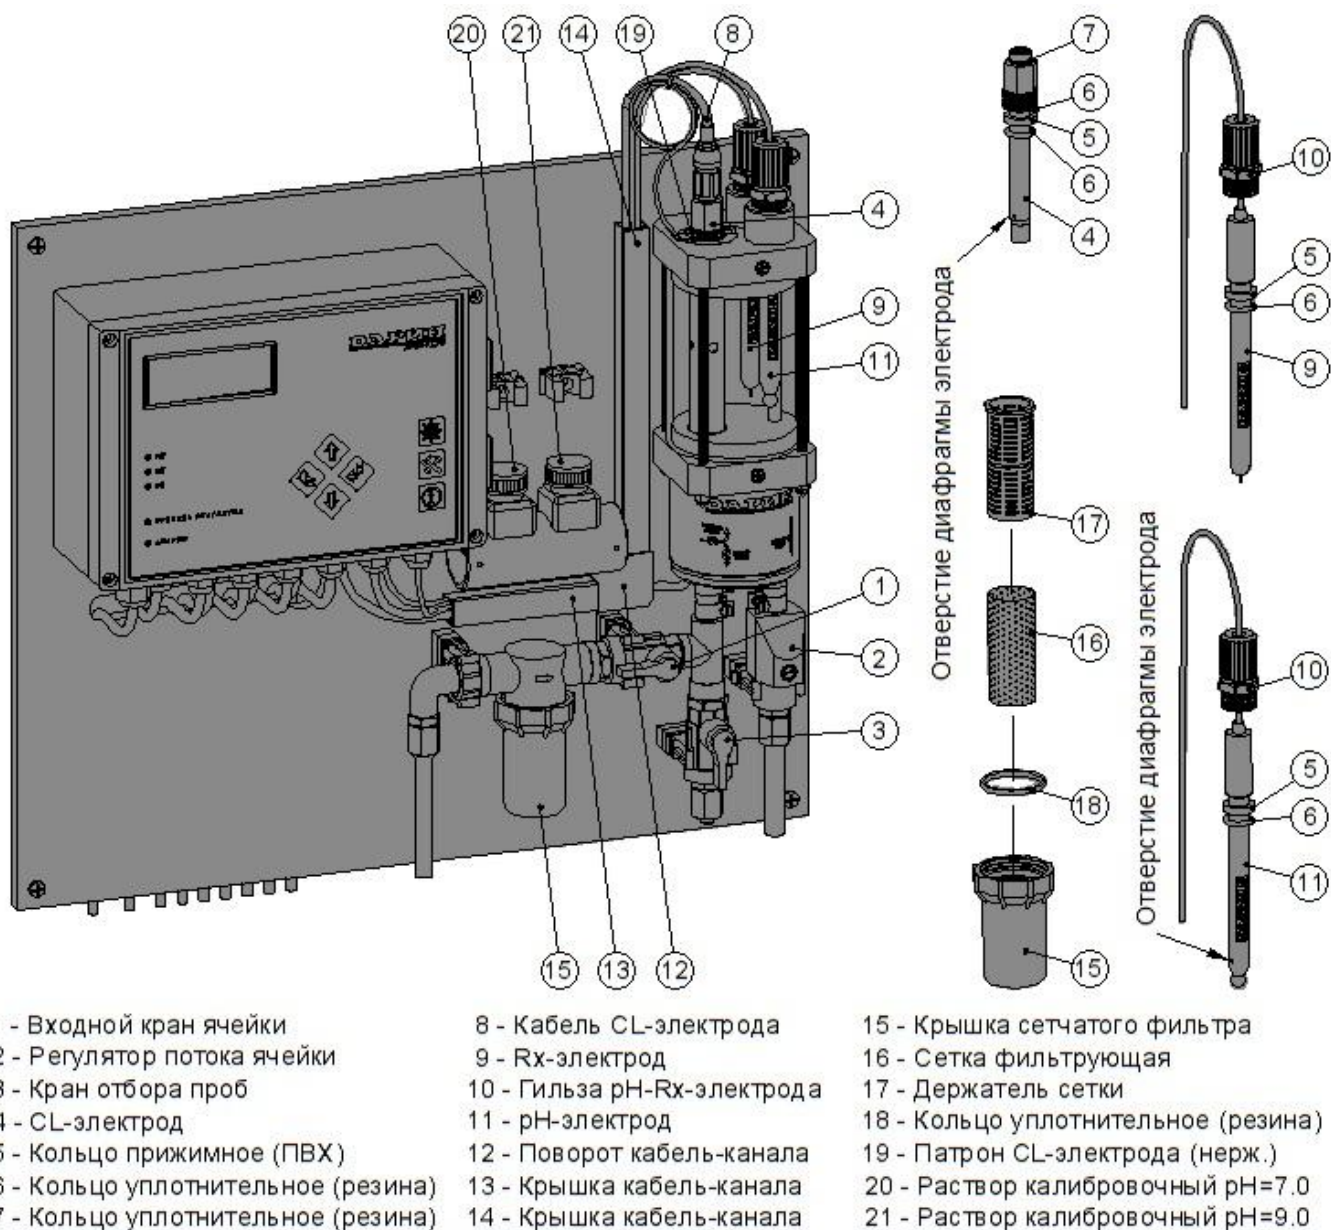

Рис.5.2-1 Измерительная ячейка CL, pH, Rx на панели управления Кристалл
- входной кран и кран отбора проб измерительной ячейки (см. рис.5.2-1, поз.1 и 3).
- провод опорного напряжения кабеля поз.8 (красного цвета) соединить с патроном CL-электрода поз.19, для чего наконечник провода зафиксировать винтом патрона, как это показано на рис. 5.2-1.
При установке CL-электрода обратить внимание на то, чтобы в стеклянной колбе электрода около отверстия диафрагмы электрода (см. рис.5.2-1) не было пузырьков воздуха; при необходимости аккуратно встряхнуть электрод (как при обращении с градусником) и устранить воздух.
При установке pH-электрода обратить внимание на то, чтобы в стеклянном шарике на конце электрода и около отверстия диафрагмы электрода (см. рис.5.2-1) не было пузырьков воздуха; при необходимости аккуратно встряхнуть электрод (как при обращении с градусником) и устранить воздух.